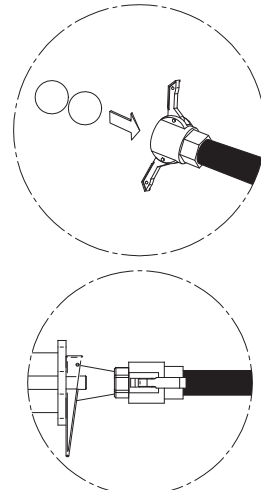

ABB. 8
- In die noch mit Material gefüllten Schläuche zwei Waschwämme einführen und den Schlauch an die Sammelleitung anschließen (Abb. 8).